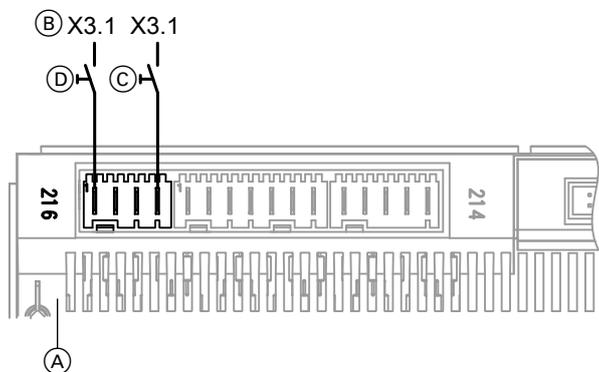

Рис. 31
- к контролеру теплового насоса в соответствии с рис. 31